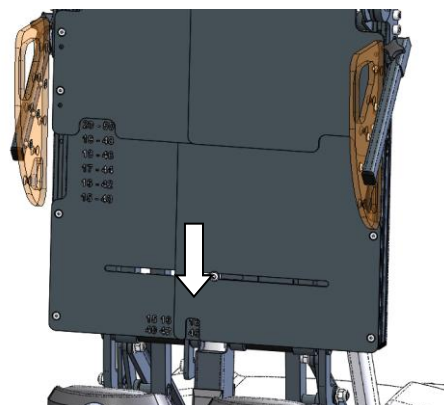

Figure 15 : fixation des accoudoirs
- Réglez sur la largeur d'assise souhaitée en vous aidant de la graduation située au bord avant de l'assise (voir figure 15)